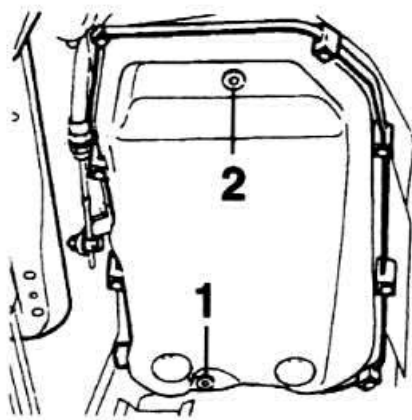

Рис. 7-1. Расположение пробок маслосливного (1) и контрольно-заливного (2) отверстий на картере КП
- Отвернуть пробку маслосливного отверстия и слить масло (рис. 7-1).